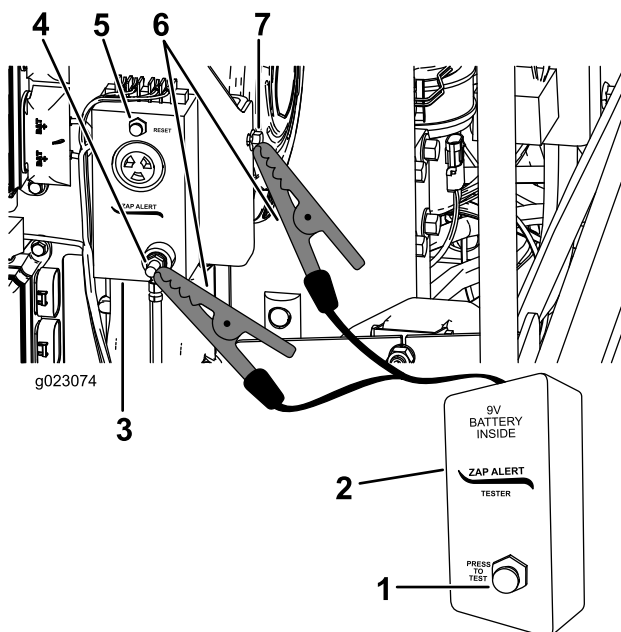

Рисунок 65
3. Подсоедините зажим типа «крокодил» с тестера Zap-Alert к шпильке заземления на системе Zap-Alert (Рисунок 65).
5. Нажмите кнопку проверки на тестере системы Zap-Alert (Рисунок 65).
6. Нажмите кнопку сброса системы Zap-Alert, чтобы остановить предупреждающие сигналы (Рисунок 65).